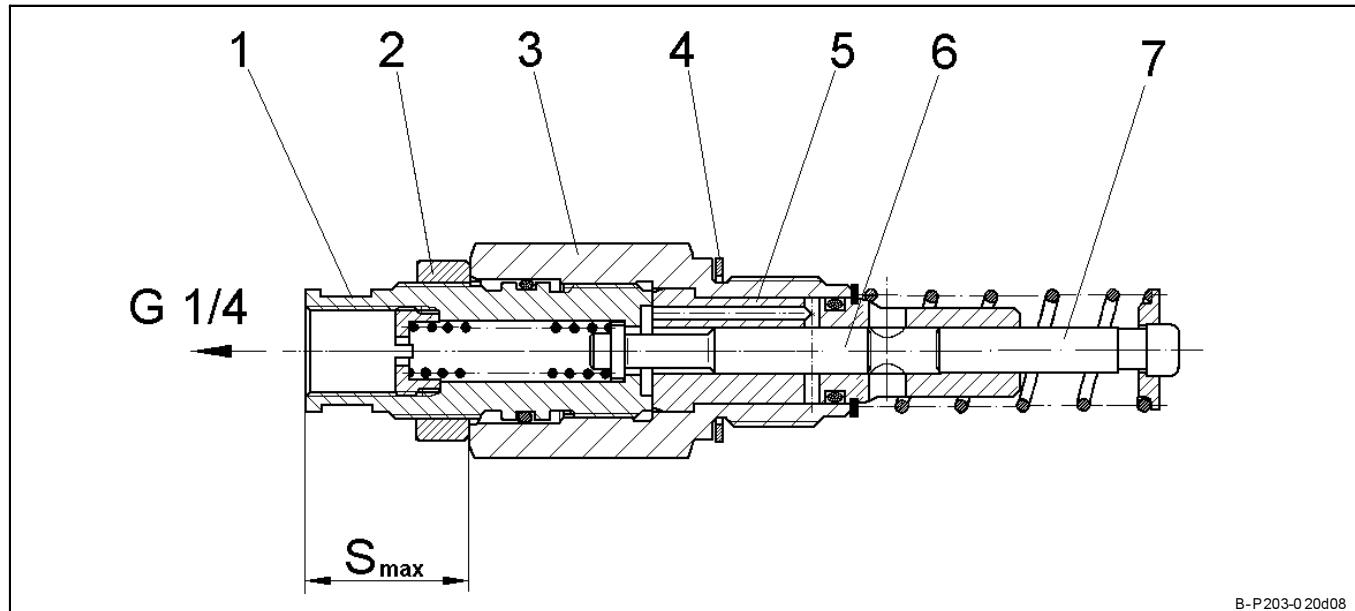

Fig. 4-2 Cuadro seccional del elemento de bomba regulable
- Por parte de la fábrica los elementos de bomba están ajustados a un caudal máximo con una cota de ajuste „S“ que debería alcanzar la cifra de  $29 \pm 0,1 \text{ mm}$  (véase fig. 4-2).
- Suelte la contratuerca 2 (Fig. 4-2).
- Fije la carcasa del elemento de bomba 3 (Fig. 4-2) y suelte la contratuerca 2.